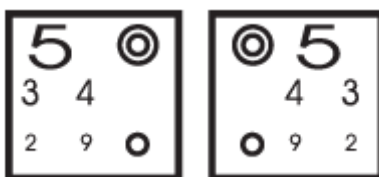

Fig.40
(1) Utilizzare il grafico rosso e verde per determinare il valore preciso della lente sferica (vedi Fig.40). Chiedere al paziente quale si vede più chiaro, grafico rosso o verde. Se quello verde si vede meglio, indica che la miopia è aumentata (l'ipermetropia è diminuita). La riduzione del valore della lente sferica di 0.25D.  $-1.75 \rightarrow -1.50$ .